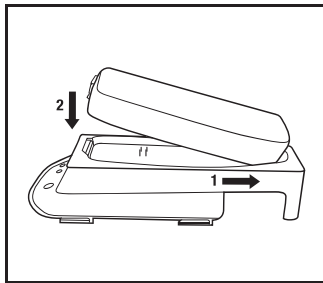

Fig. 2
4. Charge de la pile : S'assurer que les contacts électriques dorés de la pile et du chargeur de pile sont propres et exempts de débris. Insérer le bloc-piles dans le support de charge TR-640 3M^{MC} en en faisant tout d'abord glisser l'arrière. Appuyer sur l'avant du bloc-piles pour l'enclencher en place (Fig. 2.). La charge débute. Consulter la Fig. 4 et le tableau 1 de la section « Spécifications » des présentes *directives d'utilisation* pour obtenir la liste des affichages à DEL du chargeur et leur signification ainsi que les temps de charge du bloc-piles.